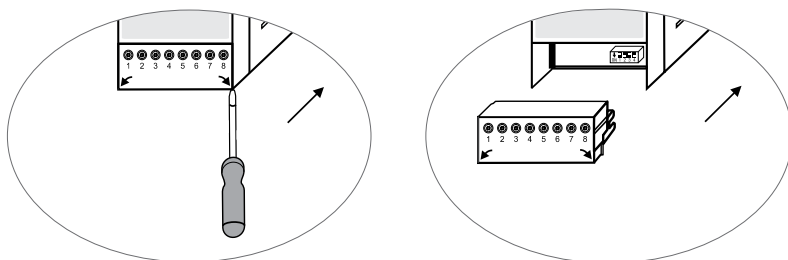

Abb. 15
- Obere und untere Klemmleiste entfernen (Abb. 15)